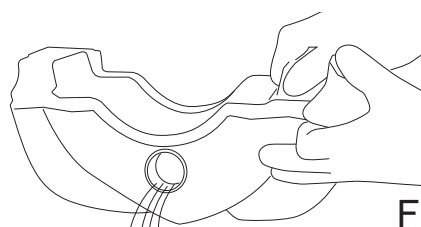

Fig.24
- Leeren Sie den Tank über die vordere Öffnung aus (Abb. 24).